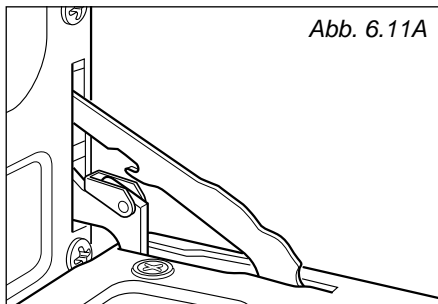

Abb. 6.11A
1. Ofentür öffnen (abb. 6.11A).